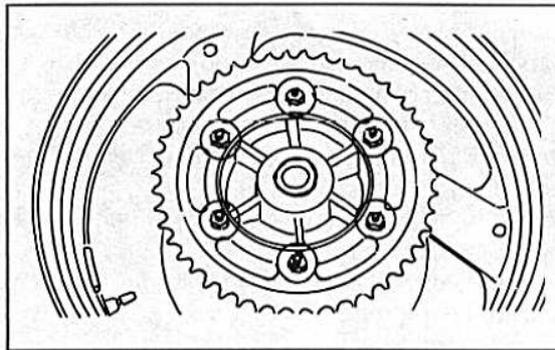

Bild 285
- Das Kettenrad vom Hinterrad abschrauben (Bild 285).